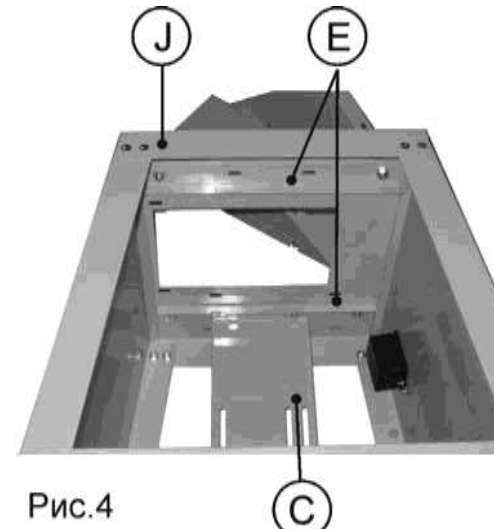

Рис.4
- 8.1.4. Закрепите к верхней плите (J) два верхних уголка (E) при помощи болтов с квадратными подголовками, шайб и гаек, Рис. 4.
8.1.6. Установите плиту узла двигателя (С) при помощи болтов с квадратными подголовками шайб и гаек, Рис. 4.